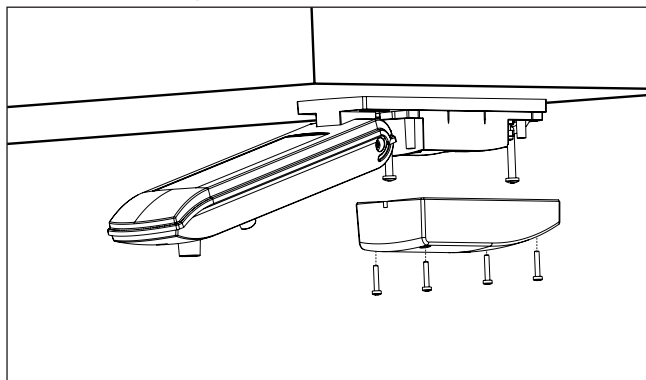

Abb. 3 Deckenmontage
- Befestigen Sie die Wetterstation mit den beiliegenden Schrauben und Dübeln wie abgebildet auf einem geeigneten Untergrund (Abb. 3).